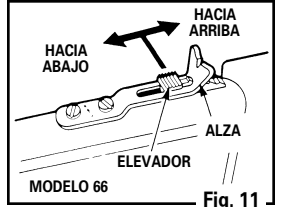

Fig. 11
- Modelo 66:** El alza puede ajustarse para disparar más arriba o más abajo (elevación). Mueva el elevador del alza hacia atrás para hacer que el perdigón o la posta pegue más arriba en el blanco. Mueva el elevador del alza hacia adelante para hacer que el perdigón o la posta pegue más abajo en el blanco. Cuando mueva el elevador, levante ligeramente el alza y reposiciónela en la ranura deseada del elevador (Fig. 11).